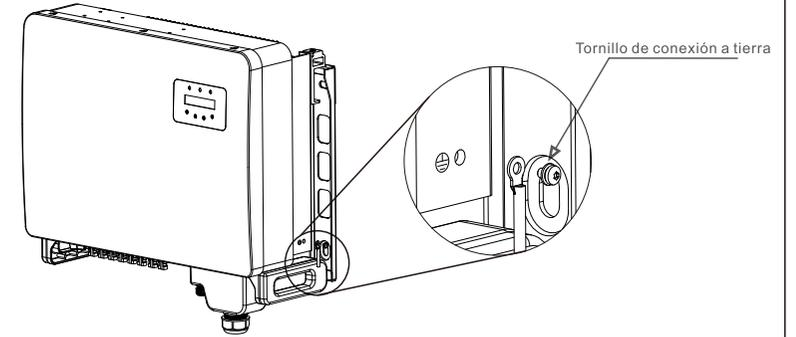

Figura 5.14 Cable fijo
6. Conecte el cable de conexión a tierra al punto de conexión a tierra del disipador de calor y apriete el tornillo de conexión a tierra con un par de 3 a 4 Nm (véase la figura 5.14).